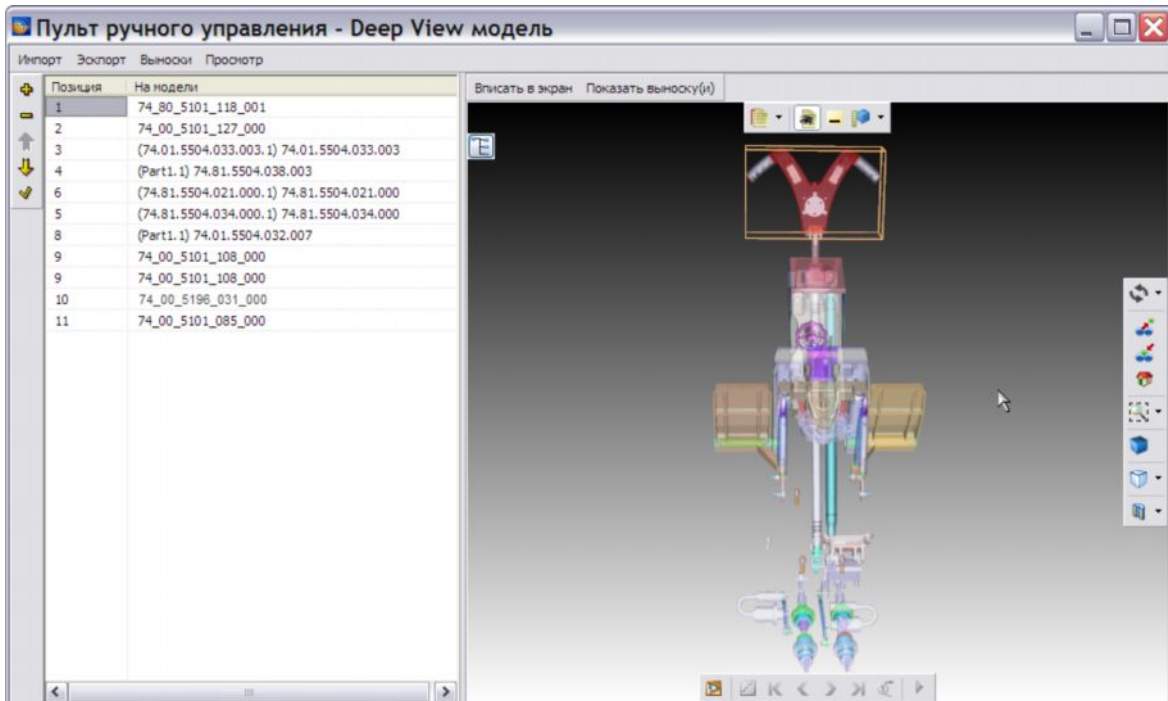

Рис. 4.62
3. Аналогичным образом заполните остальные ячейки столбца **Позиция** (рис. 4.62).